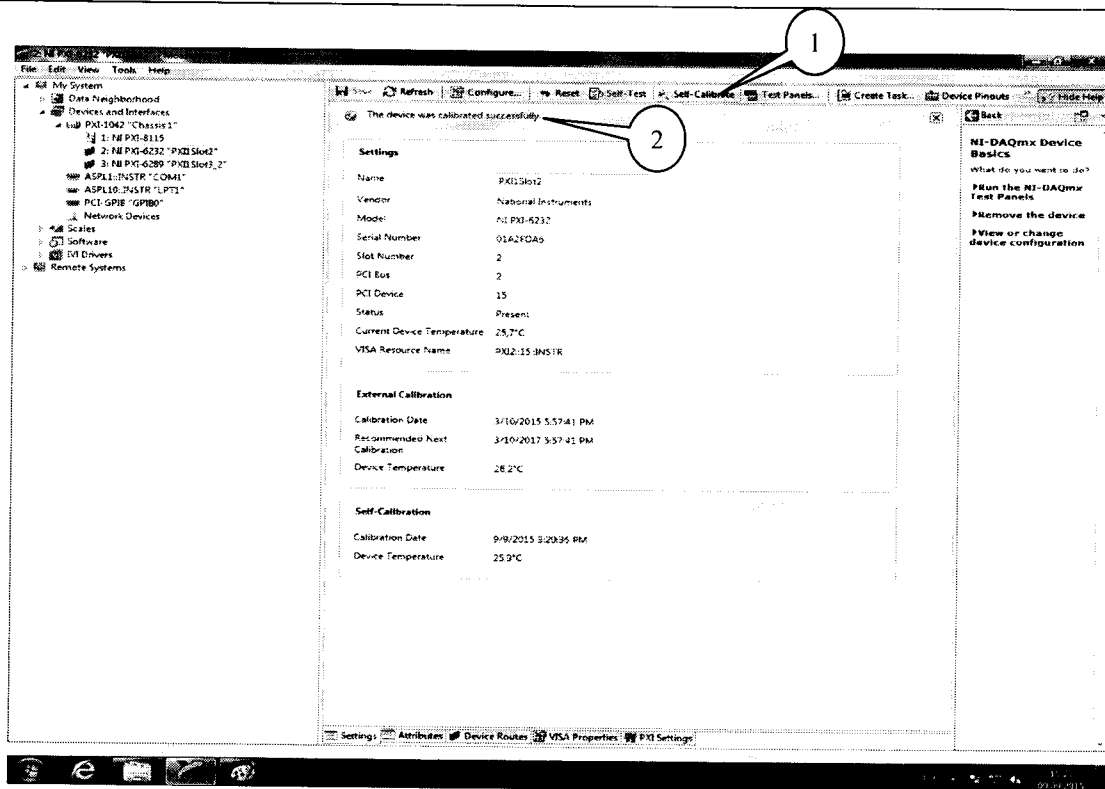

Рисунок 2.
7.2.5 Нажатием кнопки «Self-Calibrate» (рисунок 2) запустить процедуру самокалибровки модуля (1), после завершения которой должно появиться сообщение «The device was calibrated successfully» (2).